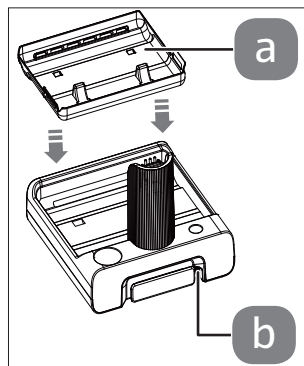

Fig. 4 – Base di carica
- ▶ Inserire la spina cava dell'alimentatore in dotazione nella presa di collegamento (b) sul lato posteriore della base di carica ((vedere Fig. 4)).